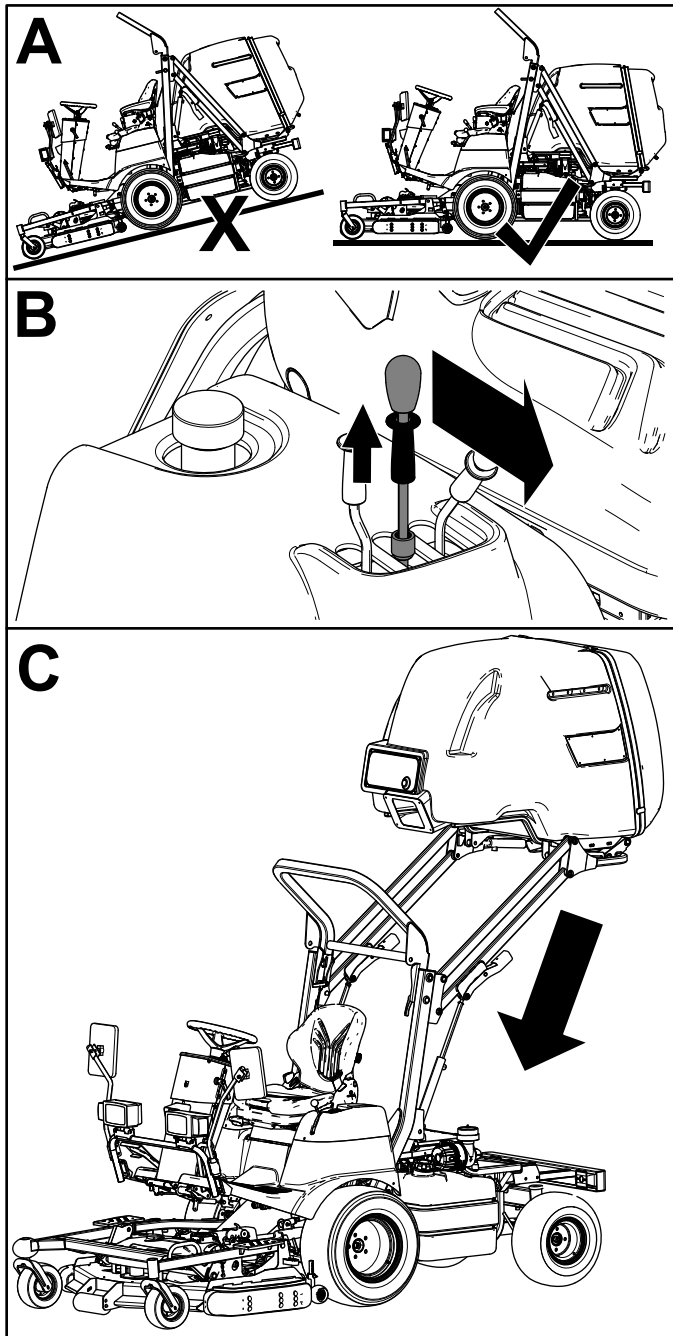

Figura 24
2. Tragei în sus inelul de blocare a manetei de ridicare a buncărului i deplasai maneta complet spre față pentru a coborî buncărul (Figura 24).